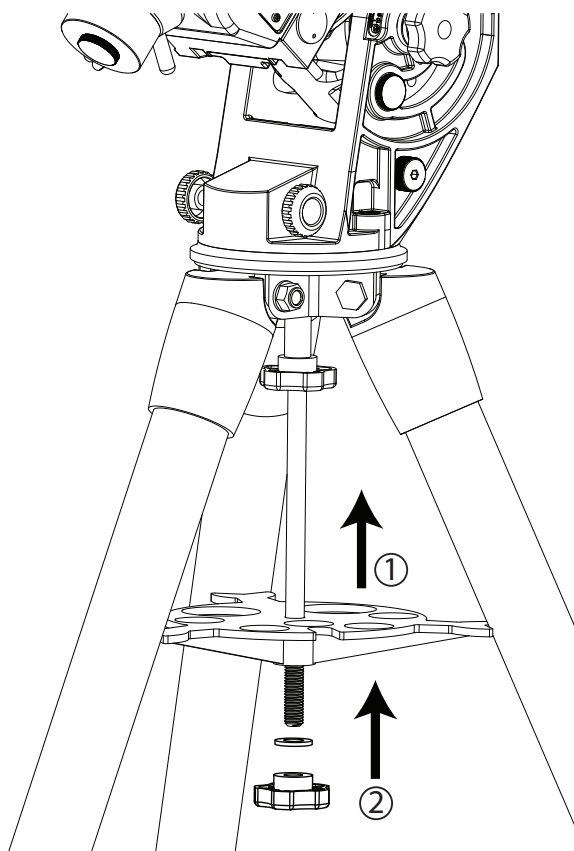

Fig. 1.3a
1. Insérez l'entretoise dans la tige filetée et amenez chacun des 3 points d'appui contre chaque jambe du trépied (1) puis insérez une rondelle et bloquez l'ensemble avec la vis moletée noire (2) (Fig. 1.3a).